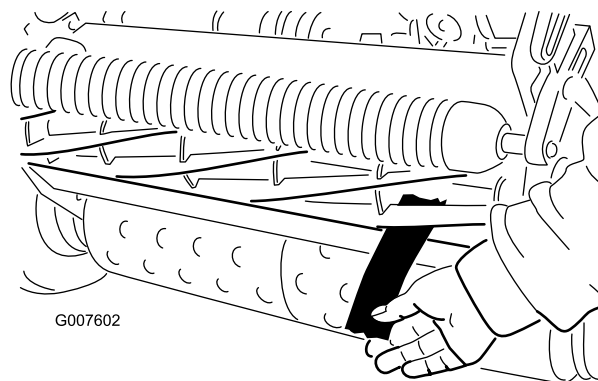

図 46
11. 切れ味確認用のペーパーを一枚、リールと下刃との間に、下刃に対して直角になるように差し入れて、カuttingユニットの切れ味をテストする 図 46。ゆっくりとリールを回転させるこれで紙が切れれば合格である。